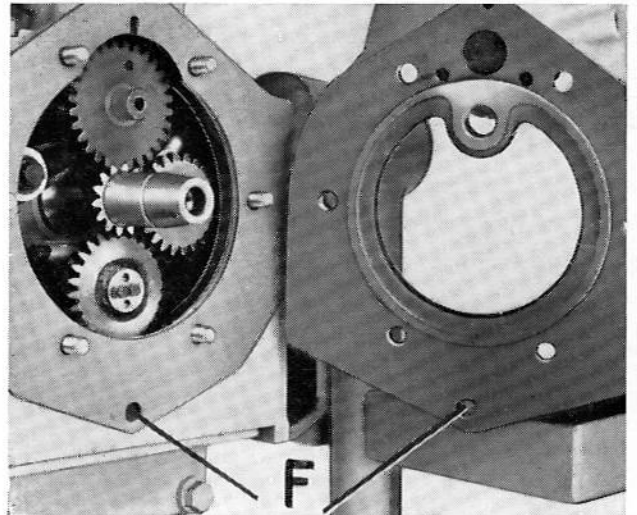

Fig. 44
- Le bâti pour équilibrateur possède un trou  $\varnothing 11$  mm (F fig. 44) en face du carter (1), pour permettre l'écoulement de l'huile de graissage des engrenages. Le joint spécial entre bâti et carter est échancré en conséquence.
- Les vis de blocage de l'axe de contrepoids doivent être serrées et arrêtées par un point de soudure. L'axe (2) ayant un  $\varnothing$  nominal de 24,99 mm ne doit pas être usé de plus 0,03 à 0,05 mm. S'il est trop usé, remplacer l'axe et les roulements à aiguilles du contrepoids avec l'entretoise correspondante.
- La bague d'étanchéité de la cloche-couvercle (10) ne doit pas avoir des rayures ou brûlures et doit avoir une bonne élasticité.
- Les rondelles d'épaulement (9) ne doivent pas présenter d'usure ou déformation modifiant le jeu axial du contrepoids.